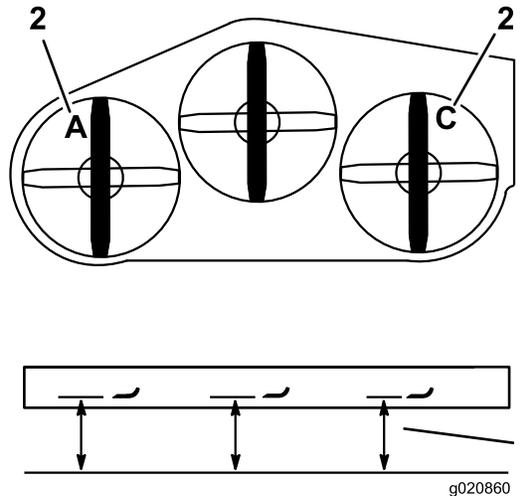

図 86
3. **A**位置で、平らな床面から左側のブレードの刃先までの高さを測り、測定値を記録する **図 86**。
4. **C**位置で、平らな床面から右側のブレードの刃先までの高さを測り、測定値を記録する **図 86**。
3. C位置で、平らな床面から右側のブレードの刃先までの高さを測り、測定値を記録する 図 86。